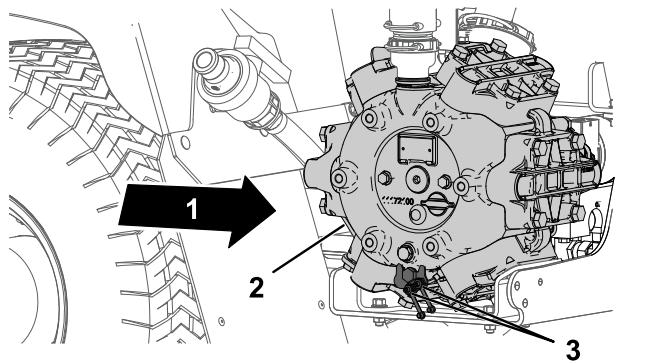

Figura 62
1. Limpie los 2 engrasadores remotos (Figura 62).
2. Bombee grasa en el engrasador remoto (Figura 62).